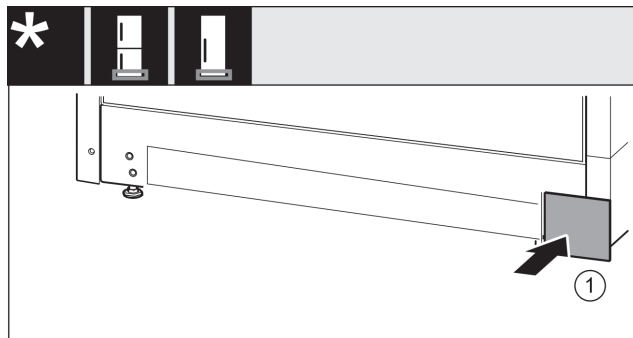

Fig. 17
- ▶ Așezați capacul Fig. 17 (1) din nou pe cealaltă parte.